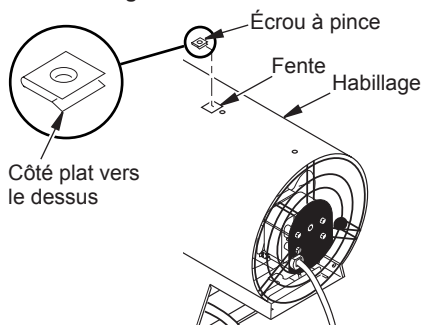

Figure 4 - Pose de l'écrou à pince
2. Insérez la pince-écrou (fournie avec la poignée) en plaçant le côté plat vers le dessus dans la fente sur le dessus de l'habillage. Alignez les trous de la pince-écrou avec le trou de la vis derrière l'ouverture sur le dessus de l'habillage. (voir figure 4, page 5).